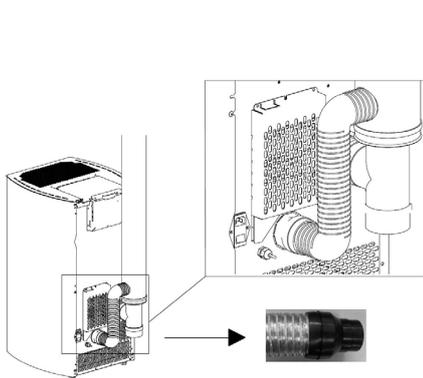
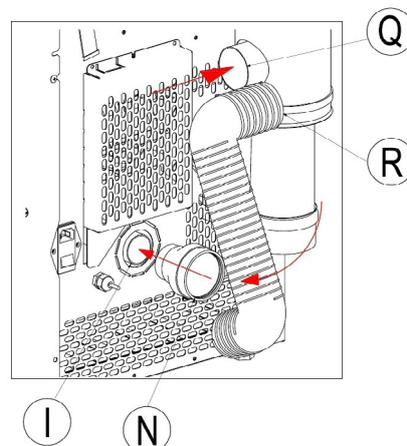
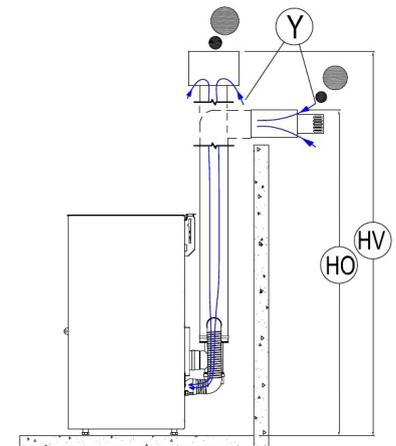

Fig. 10 - Flexibler Schlauch
Fig. 11 - Anschlüsse
Fig. 12 - Anschlüsse Rauchabzugsrohr
- Anschlussstück N auf das Lufterlassrohr I setzen (siehe **Fig. 10 a pag. 12** und **Fig. 11 a pag. 12**). N mit Q unter Verwendung eines flexiblen Schlauchs mit einer Temperaturbeständigkeit von 100°C (empfohlen ein flexibler Aluminiumschlauch) verbinden.
- Max. zulässige Höhe bei Rauchabzugsrohr mit vertikalem Abzug (Dach) HV = 6m (siehe **Fig. 12 a pag. 12**).
- Max. zulässige Höhe bei Rauchabzugsrohr mit horizontalem Abzug (Wand) HO = 2,6 m (siehe **Fig. 12 a pag. 12**).
**LEGENDE Fig. 11 a pag. 12 - Fig. 12 a pag. 12**